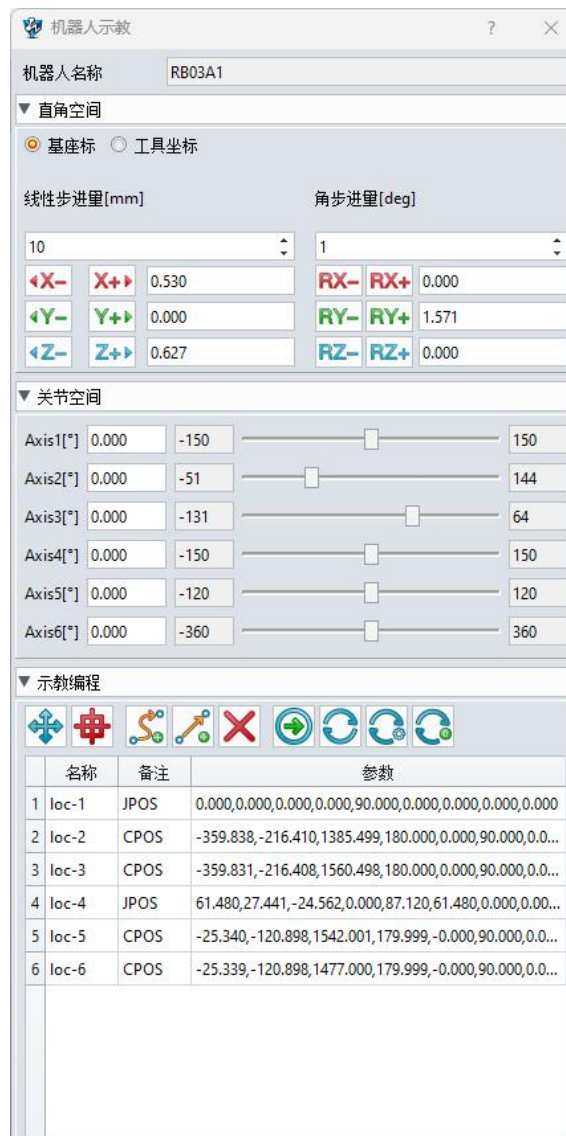

图 10-27: 标记完成
- 重复“拖动示教”和“添加标记点”过程，为机器人的运动标记额外的点。将机器人抓取的整个运动过程添加运动标记点。最后，单击“回零”将机器人返回到其初始位置进行仿真验证。（图 10-27）